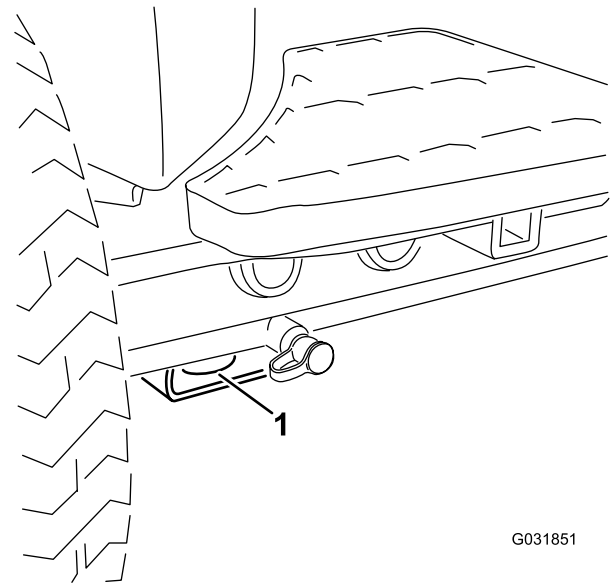

Figure 38
- Avant – trou du patin rectangulaire, sous le tube d'essieu, à l'intérieur de chaque roue avant (Figure 38)